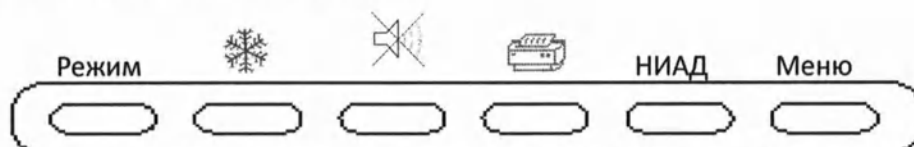

Рис. 2 Функциональные клавиши
15.6.2. Функциональные клавиши (рис. 2):